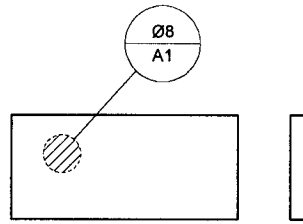

Figura 7
30. En la Figura 7, se muestra el símbolo para _____.